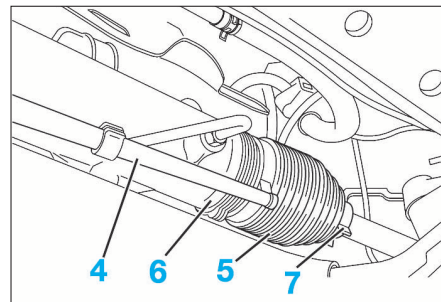

FIG. 9
- Désaccoupler le tuyau d'équilibrage des pressions (4) du soufflet de crémaillère (5) (Fig.9).